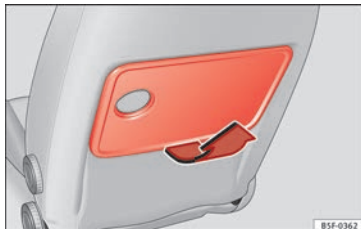

Fig. 154 Banco dianteiro da esquerda: mesa de dobrar.
- Para utilizar a mesa, levanta-a para cima na direção da seta » **Fig. 154.**